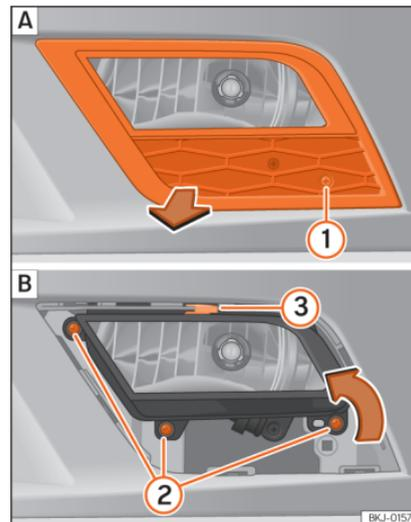
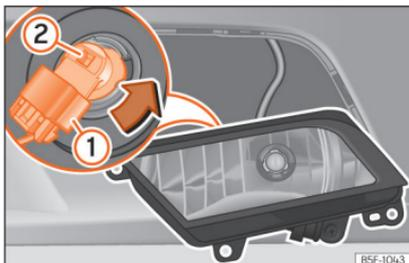

Abb. 96 Nebelscheinwerfer: Blende herausziehen.
Abb. 97 Nebelscheinwerfer: Lampenträger ausbauen.
- Entfernen Sie die Schraube » **Abb. 96 ①** mit einem Schraubendreher aus dem Gitter des Nebelscheinwerfers.
- Entfernen Sie die 3 Schrauben **②**.
- Ziehen Sie die Metallklammer an der Oberseite des Nebelscheinwerfers zur Außenseite des Fahrzeuges ab **③** und entfernen Sie den Nebelscheinwerfer.
- Ziehen Sie den Stecker » **Abb. 97 ①** von der Lampe ab.
- Drehen Sie den Lampenträger » **Abb. 97 ②** nach links und ziehen Sie.